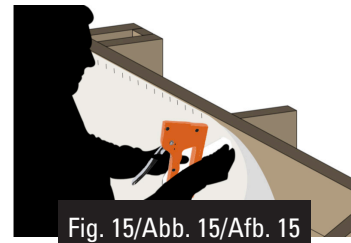

Fig. 15/Abb. 15/Afb. 15
- Positionner les agrafes tous les 20 cm (figure 15)
- Setzen Sie alle 20 cm eine Heftklammer (Abb. 15).